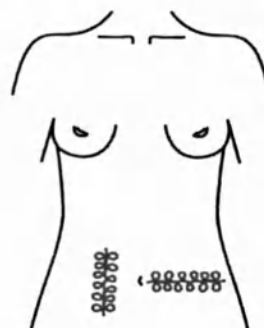

Рисунок 7
- Процедура лечения 2, особое лечение (Рисунок 7)